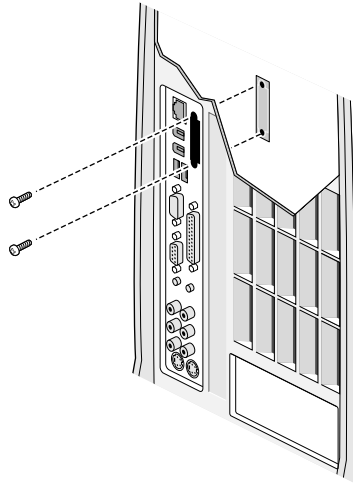

Figura 5-14 Recolocando o painel vazio
11. Caso você não recoloque a placa, alcance a parte interna do chassi segurando o painel vazio e coloque-o contra a abertura de E/S. Veja a Figura 5-14. Para inserir outra placa, consulte “Instalando a placa opcional de tela plana” na página 84.